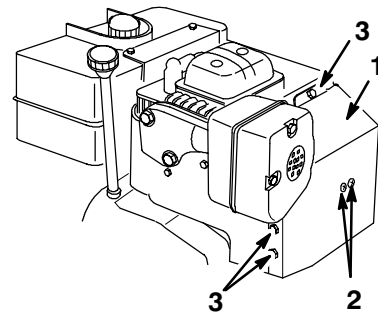

Figure 18
Avant d'utiliser la déneigeuse par une température extérieure supérieure ou égale à 4°C (40°F), déposez la boîte de chauffage (Fig. 18). Remontez la boîte de chauffage si la température de l'air descend en dessous de 4°C (+40°F).
2. Retirez les deux vis Phillips et les trois vis à tête hexagonale qui fixent la boîte de chauffage en position (Fig. 18).